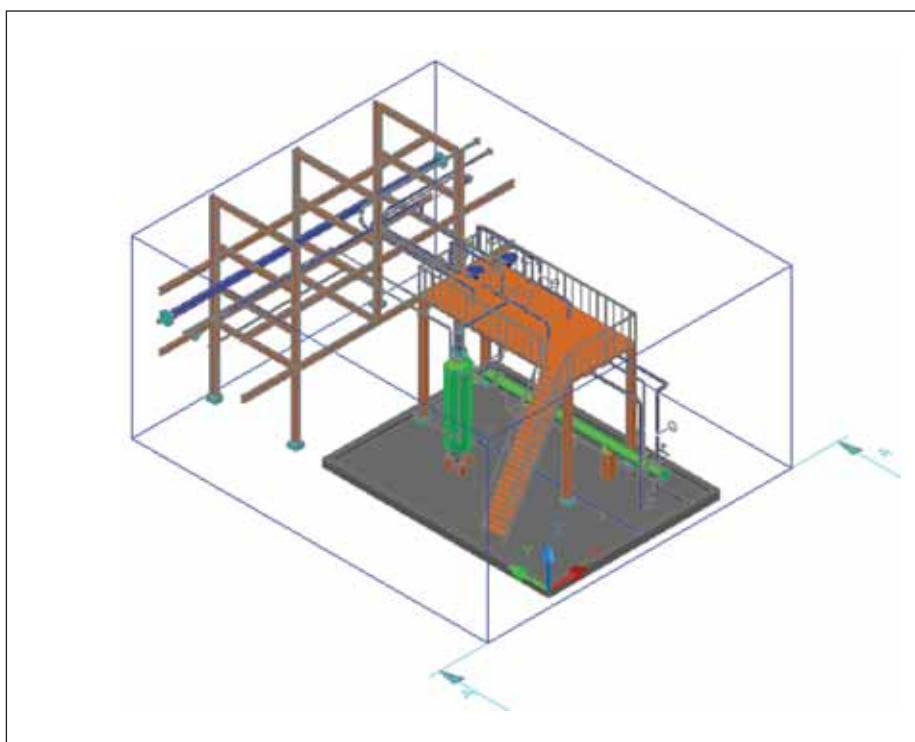

Рис. 13. Определение границ вида
- определить границы вида (рис. 13);